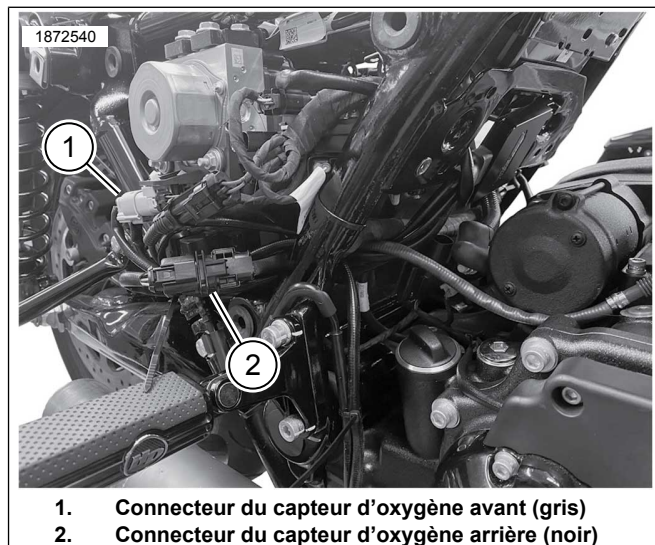
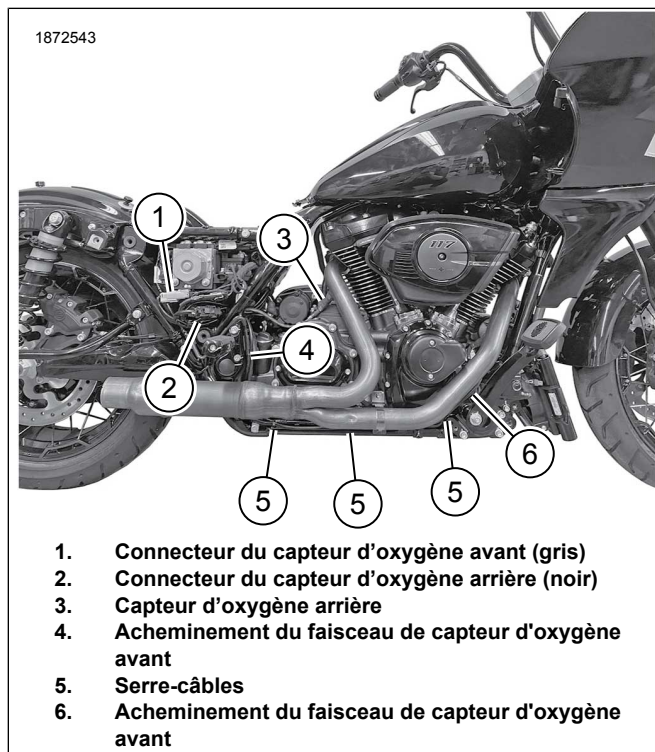
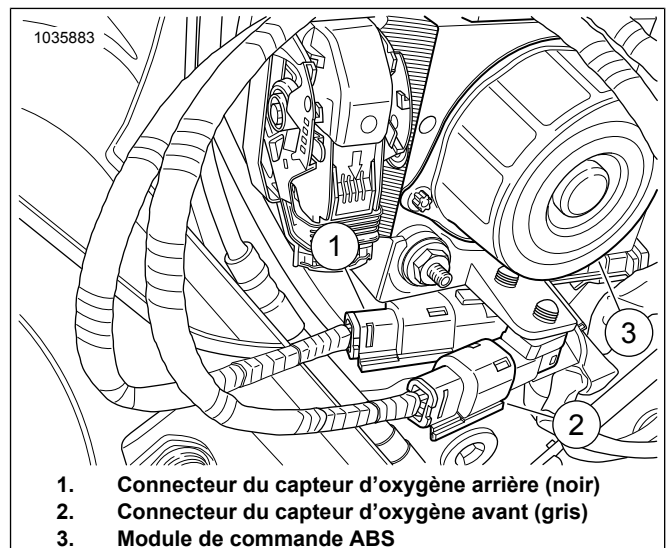

Figure 4. Connexions de faisceau principal ATM
Figure 8. Acheminement du faisceau de capteur ATM
Figure 13. Connexions de faisceau principal ATM
12. Voir Figure 4 et Figure 8. Acheminer les fils (1, 2) des faisceaux de connecteurs des capteurs d'oxygène avant et arrière vers le haut, en direction des connecteurs correspondants. Associer les connecteurs de faisceau par couleur : noir avec le noir, gris avec le gris.
16. Voir Figure 8. Capteur d'oxygène avant (5, câble de faisceau long) :
- a. Voir Figure 4 et Figure 5. Pour éliminer l'excès de jeu du faisceau, acheminer le faisceau du capteur d'oxygène arrière dans la zone du couvercle latéral en suivant le même cheminement que les autres connecteurs.
12. Voir Figure 13 et Figure 8. Acheminer les conducteurs du faisceau de connecteurs gris (3) et noir (1) vers l'extérieur, derrière le module de contrôle ABS (2) et connecter au faisceau principal. Associer les connecteurs par couleur : noir sur noir et gris sur gris